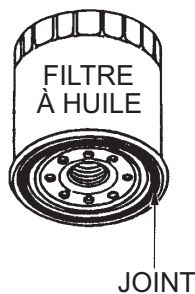

Figure 14. Filtre à huile
1. Remplacer le filtre à huile de moteur (figure 14) tous les changements d'huile ou toutes les 100 heures.